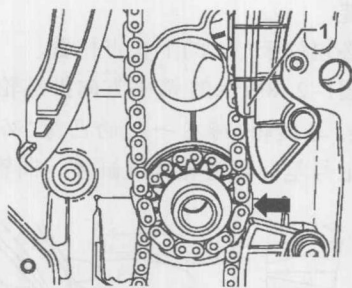

图1-2-13 正时链安装注意事项
⑦正时链必须贴紧滑轨1和曲轴链轮,如图1-2-13所示箭头。